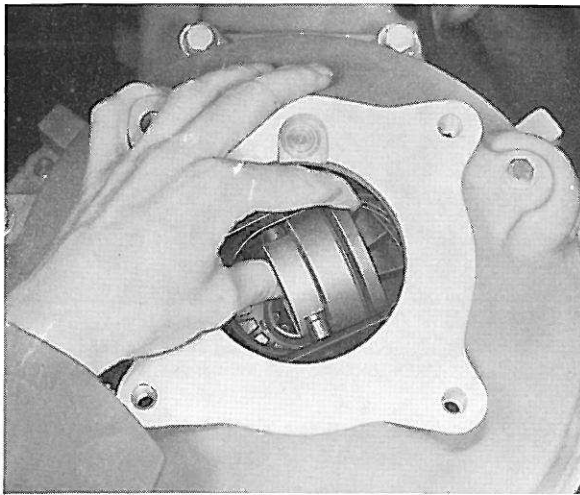

Figure 11. Dépose de la butée de débrayage
3. Déposer la butée de débrayage, figure 11. Libérer le câble de la fourchette de débrayage. Déposer la gaine du câble du support.